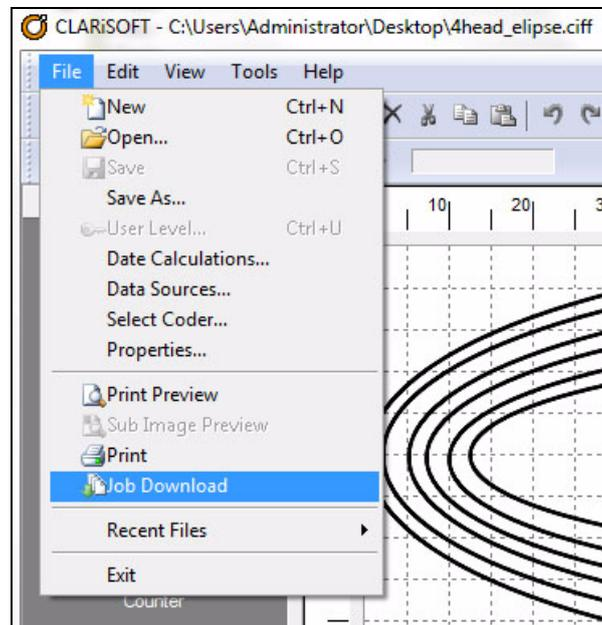
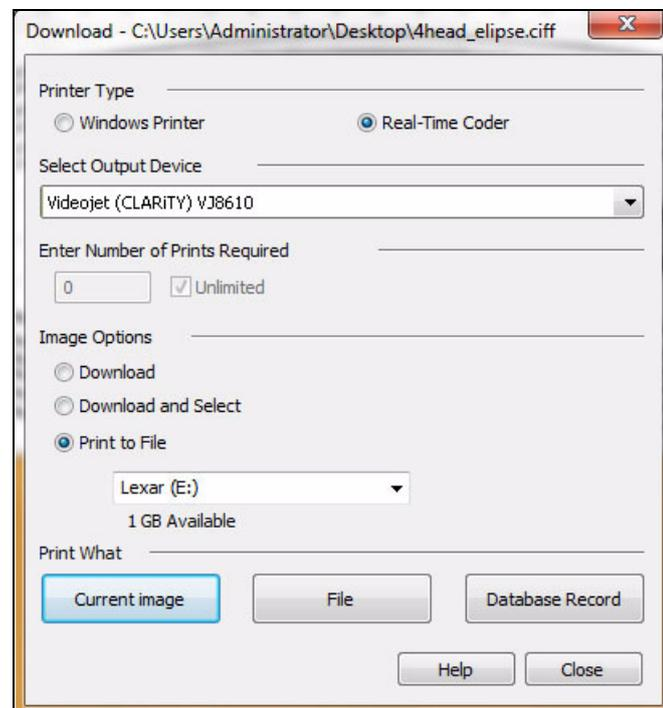

Figura 5-25: Comando Descarga de la tarea
Figura 5-26: Comando Descarga de la tarea
- 2 En el menú *Archivo*, haga clic en *Descarga de la tarea* (consulte la Figura 5-25). Aparecerá el menú *Descargar* (consulte la Figura 5-26).
- 3 Asegúrese de que *Real-Time Coder* está seleccionado (consulte la Figura 5-26).